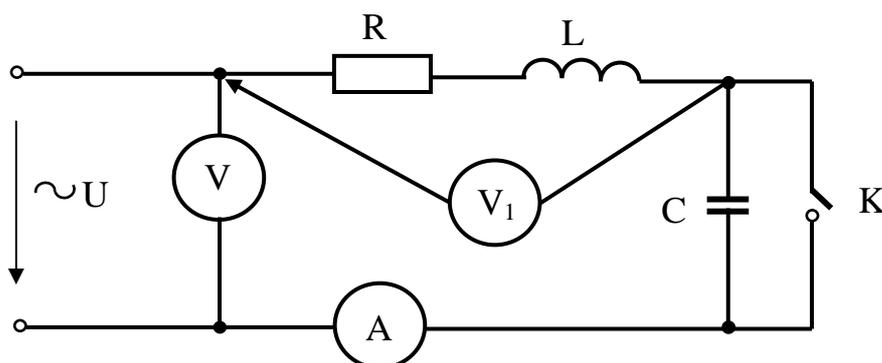

Рис. 3.1.
2. Изменением каких параметров цепи или источника питания в схеме, изображенной на рис. 3.1, можно добиться резонанса напряжений? Записать его условие для этой схемы.
3. Рассчитать  $f_{рез}$  в исследуемой схеме (рис. 3.1). Параметры элементов схемы для расчета взять из таблицы 3.1, номер варианта выбирается по указанию преподавателя.
Элементы и приборы схемы электрической цепи, изображенной на рис. 3.1.:
1. Собрать цепь по схеме, показанной на рис. 3.1.